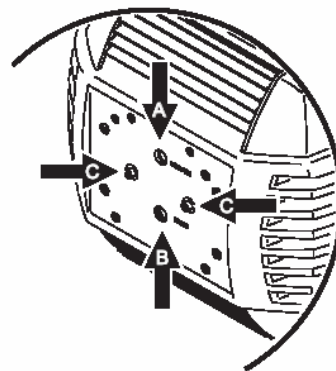

Figure 5: Lamp adjustment screws
2. Отцентрируйте горячую точку (самая яркая часть луча) при помощи регулировочных винтов, расположенных на задней пластине. (см. рис.5)